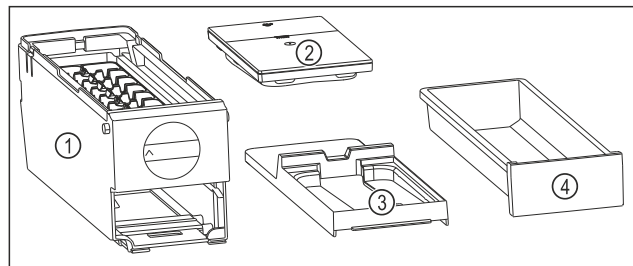

Fig. 98 Części dla EasyTwist-Ice
- EasyTwist-Ice jest rozłożony na cztery części. (patrz Fig. 98)
- Należy demontować EasyTwist-Ice wyłącznie na przedstawione części. (patrz Fig. 98)
- Czyścić korpus EasyTwist-Ice Fig. 98 (1) w całości.